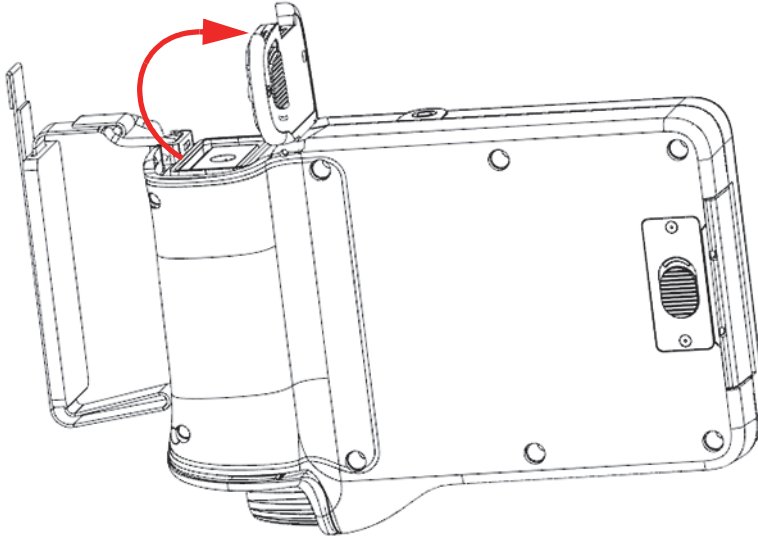

Figura 4-2 Compartimento da bateria com a tampa aberta
3. Levante a tampa até que ela fique totalmente aberta (veja Figura 4-2 na página 46).